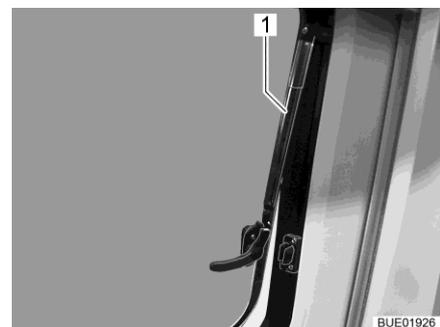

Fig. 20 Finestra apribile con deflettori automatici, aperta
- Aprire la finestra apribile fino alla posizione desiderata. Fissare la finestra apribile facendo innestare autonomamente il deflettore automatico (Fig. 20,1).